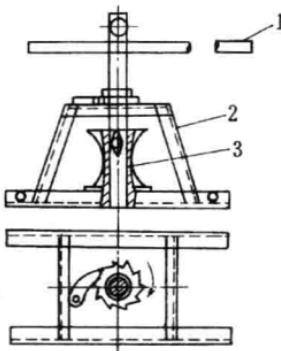

图 1-5 绞磨
(1) 绞磨。绞磨（也叫绞盘、绞罐）由磨架、磨心（用以卷绕牵引绳）、磨杠（推动磨心旋转）三部分组成，用于起重较重、较高的电杆，如图 1-5 所示。